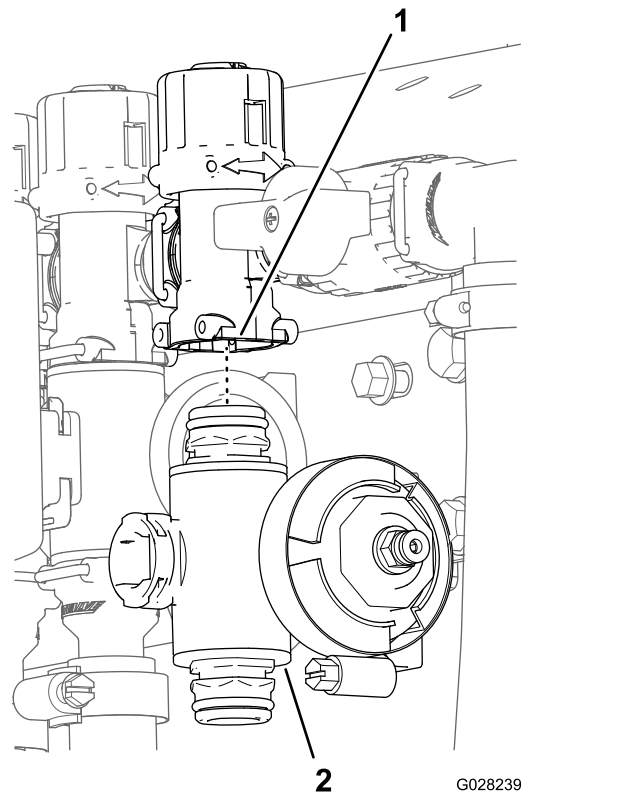

Figure 91
3. Pour les vannes de section de rampe droite et gauche, retirez les boulons à embase et les contre-écrous à embase qui fixent la ou les vannes de section au support, puis déposez le ou les collecteurs de la machine; pour la vanne de section centrale, déposez le collecteur correspondant de la machine (Figure 91).